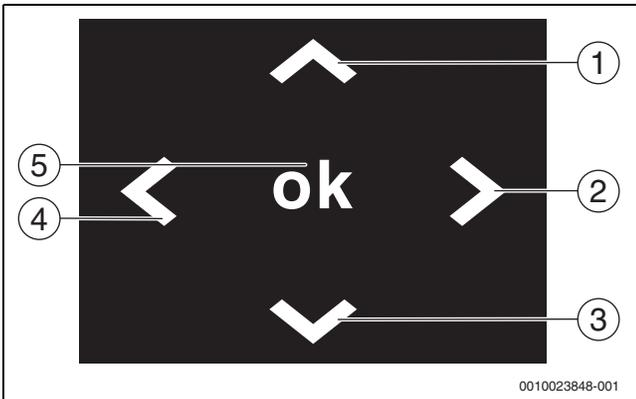

Bild 13 Übersicht über Bedienelemente
- Durch navigieren über die Pfeiltasten (→Bild 13) entsprechenden Menüpunkt auswählen.